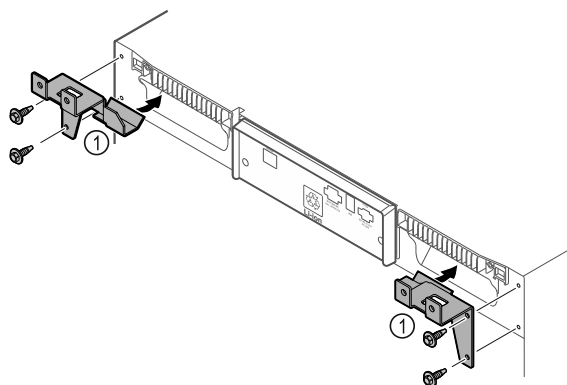

Fig. 8
- Halteteile Fig. 8 (1) mit beiliegenden Schrauben am Gerät montieren.